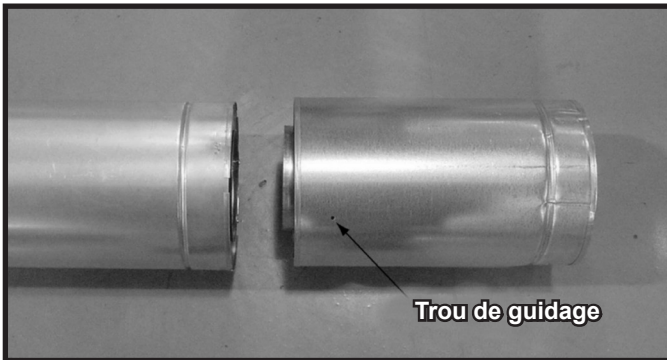

Figure 7.3 Trous de guidage de la section coulissante
- Glissez le col intérieur de la section coulissante dans la section intérieure de tuyau et la conduite extérieure de la section coulissante par-dessus la section extérieure du tuyau. Voir la figure 7.3.